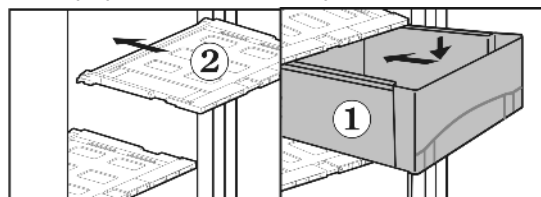

Fig. 17
- ▶ Nasazení víka zásuvky Fig. 17 (2): Výstupky víka zásuvky zaveďte zespod do zadních držáků a vpředu zaklesněte do úchyty držáku.
- ▶ Zásuvky Fig. 17 (1) nasadíte na kolejničky a zcela zasuňte, až zásuvka slyšitelně zaklesne.